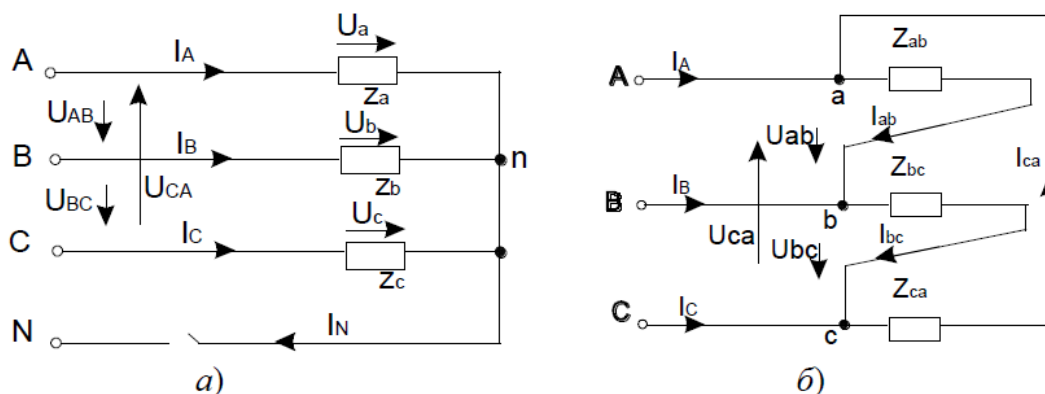

Рис. 14
3. Исследовать трехфазную цепь при соединении приемников электрической энергии звездой с нейтральным проводом. Принципиальная схема цепи приведена на рис. 14, а.
9. Исследовать трехфазную цепь при соединении потребителей электрической энергии треугольником. Принципиальная схема трехфазной цепи показана на рис. 14, б.